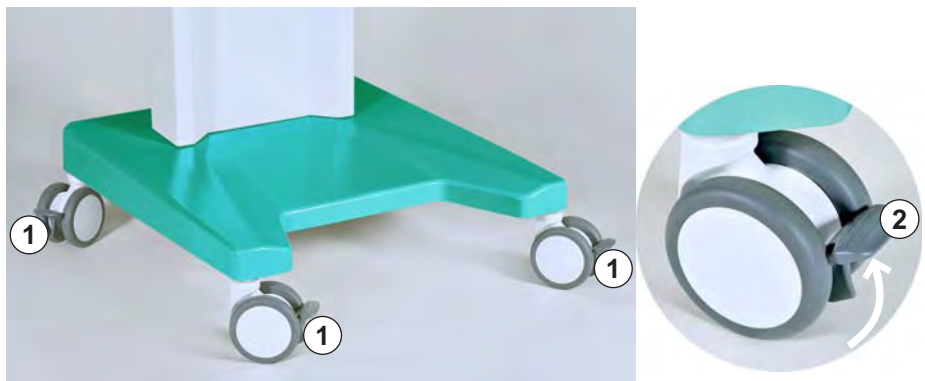

Fig. 4-2 Freni delle ruote
1. Sbloccare i freni di tutte le ruote (Fig. 4-2, ①) prima di spostare l'apparecchiatura.